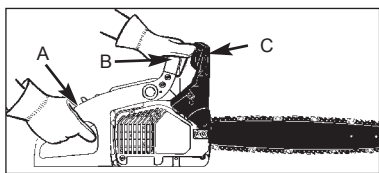

Fig. 10
3. Grijp de achterste handgreep (A) vast met uw rechterhand (Fig. 10).
4. Houd de voorste handgreep (B) [niet de hendel van de KETTINGREM] stevig vast met uw linkerhand (Fig. 10).
5. Duw de gashendel ongeveer 1/3 in en schakel daarna onmiddellijk de kettingrem (C) in (Fig. 10).